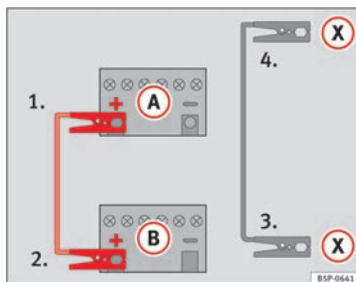

Abb. 127 Anschlussschema für Fahrzeuge mit Start-Stopp-System.
- Klemmen Sie ein Ende des *roten* Starthilfekabels an den Pluspol (+) des Fahrzeugs mit der entladenen Fahrzeugbatterie (A) an ⇒ Abb. 127.
- Klemmen Sie das andere Ende des *roten* Starthilfekabels an den Pluspol (+) des stromgebenden Fahrzeugs (B) an.
- Klemmen Sie ein Ende des *schwarzen* Starthilfekabels (X) an einen geeigneten Masseanschluss, ein massives, fest mit dem Motorblock verschraubtes Metallteil oder an den Motorblock selbst an ⇒ Abb. 127.
- Klemmen Sie das andere Ende des *schwarzen* Starthilfekabels (X) im Fahrzeug mit der entladenen Batterie an ein mit dem Motorblock verschraubtes massives Metallteil oder an den Motorblock selbst, aber an einer weit von der Batterie (A) entfernten Stelle an. ▶